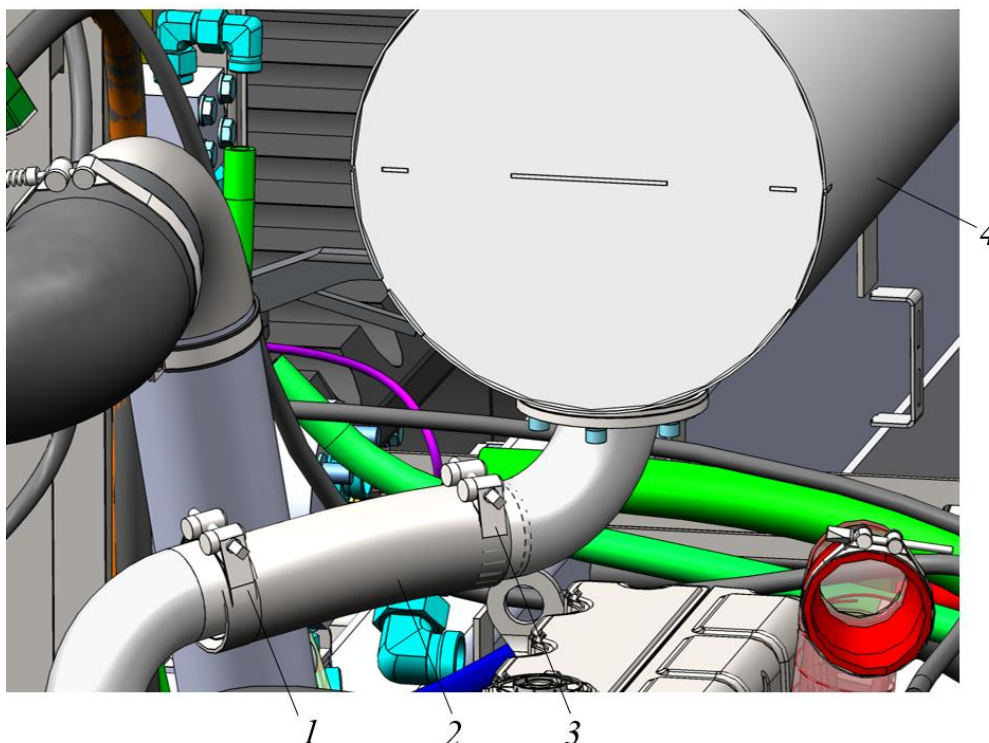

Рисунок 5.36. Демонтаж глушителя
- ▶ Ослабить хомут 1 и снять отвод 2 вместе с глушителем 4 по направлению вверх. Для удобства демонтажа возможно снятие второго хомута 3 и отвода 2 отдельно от глушителя, рис. 5.36.